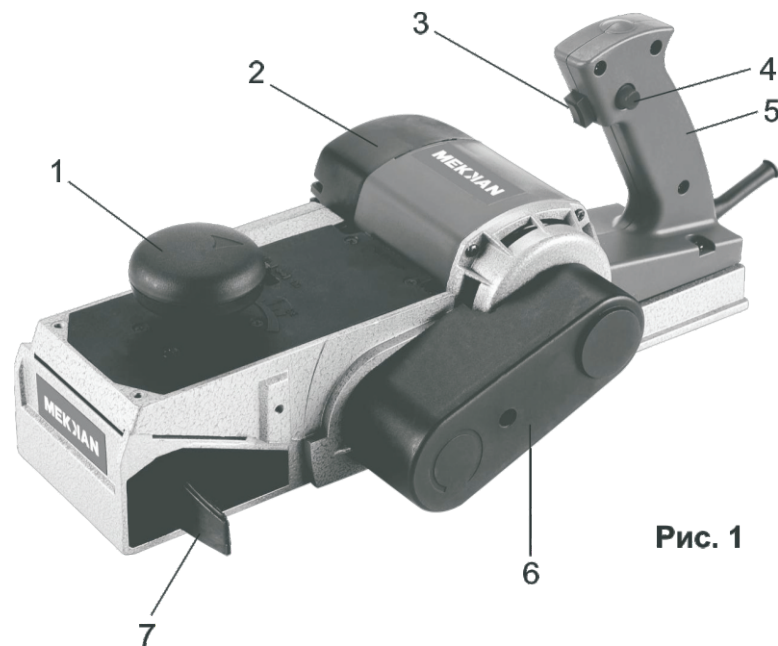

Рис. 1
- Установите регулятор глубины строгания (1)(См. Рис.1) в положение «0».